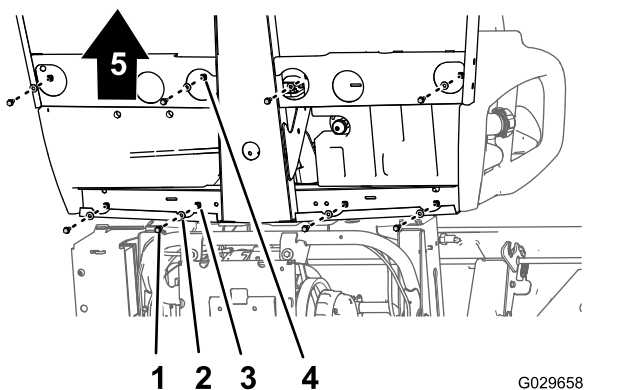
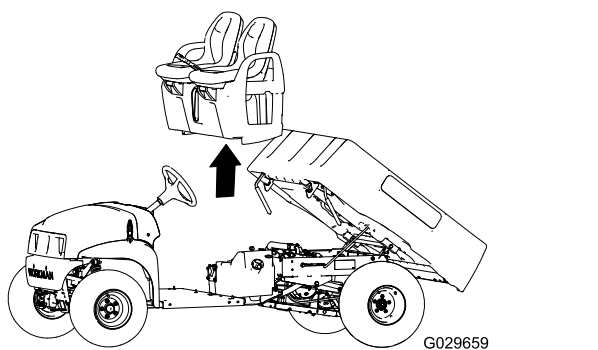

Рисунок 44
Рисунок 45
1. В нижней части автомобиля удалите 8 болтов с фланцевыми головками и 8 шайб, которые крепят основание сиденья к панели пола и заднему швеллеру кабины (Рисунок 44).
- Осторожно поднимите сиденья, основание сиденья и тросы стояночного тормоза с автомобиля (Рисунок 44).
- Поднимите сиденья и основание сиденья для установки на автомобиль и совместите тормозные тросы с ходовой частью (Рисунок 44 и Рисунок 45).
- Совместите отверстия в основании сиденья с отверстиями в панели пола и заднем швеллере кабины (Рисунок 44 и Рисунок 45).